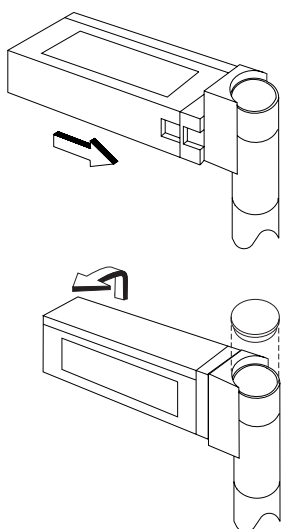

图 56. 装配显示器
5. 如图 56 所示，拿住显示器固定器，与支撑杆相对，使互锁面相互接触。